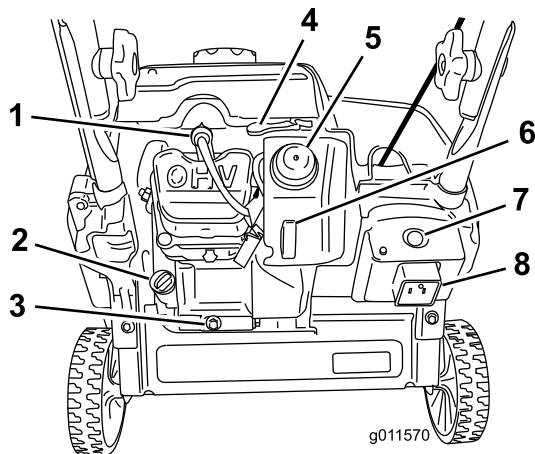

Bild 11
- Reinigen Sie den Bereich um den Öleinfülldeckel (Bild 11).
3. Reinigen Sie den Bereich um den Öleinfülldeckel (Bild 11).